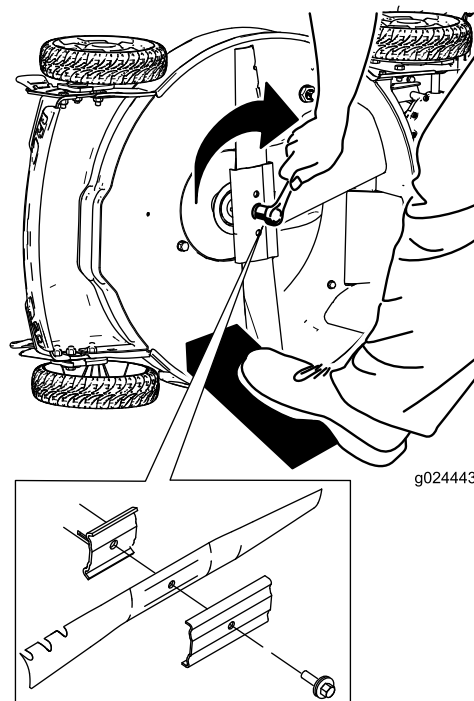

Figure 13
1. Montez la nouvelle lame et toutes les fixations (Figure 13).